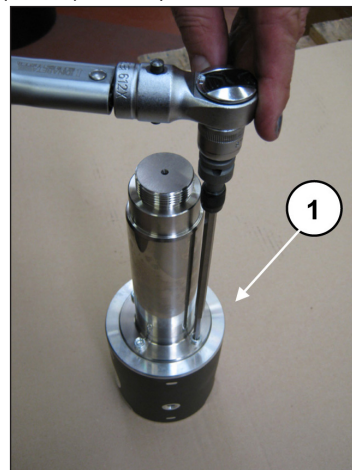

Abb. 37
Drehen Sie zum Trennen der Stange von der Kolbenführung die Zylinderkopfschrauben M6 mit dem entsprechenden Schlüssel ab (Pos. ①, Abb. 37).